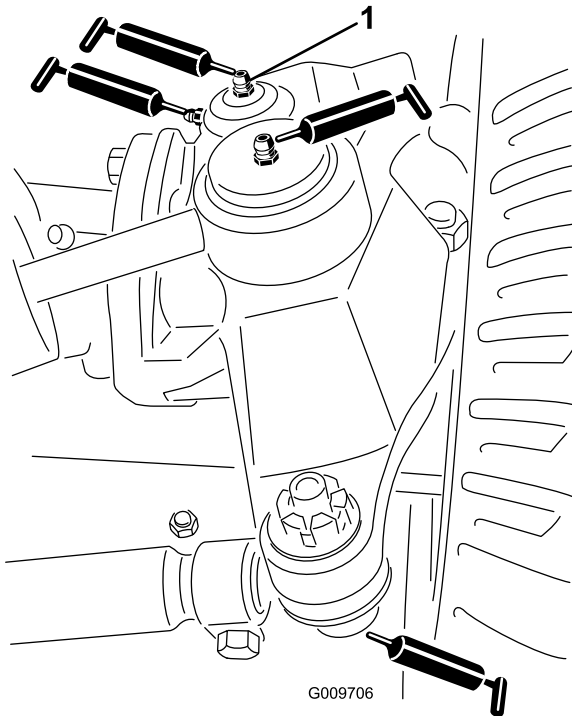

Figura 42
- Rótulas del cilindro de dirección (2), como se muestra en la Figura 42
- Rótulas de las bielas (2), como se muestra en la Figura 42
- Casquillos del pivote de dirección (2), como se muestra en la Figura 42